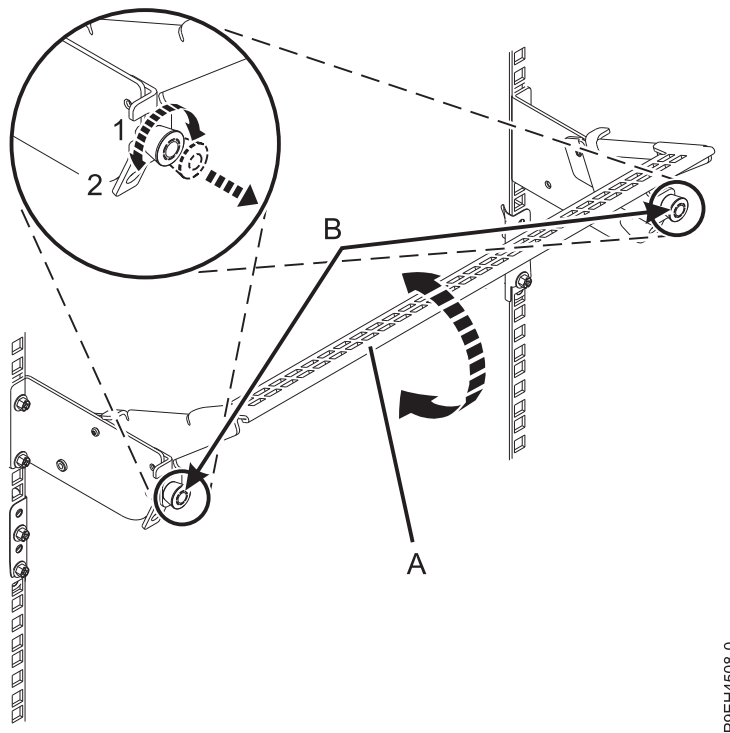

Figura 2. Col·locació de la peça de subjecció portacables en la posició de servei elevada
4. A la part posterior del calaix d'expansió PCIe3 EMX0, poseu la peça de subjecció portacables a la posició de servei. Consulteu Figura 2 a la pàgina 3.